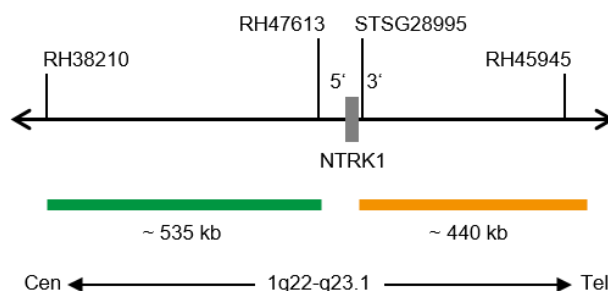

Fig. 1: Mappa della sonda SPEC NTRK1 (non in scala)
- Polinucleotidi (~10 ng/ μ l) marcati con ZyGreen (eccitazione 503 nm/emissione 528 nm), le cui sequenze target mappano in 1q22-q23.1* (chr1:156,245,849-156,781,745) prossimali al punto di rottura di NTRK1 (vedere Fig. 1).
- Polinucleotidi (~4.5 ng/ μ l) marcati con ZyOrange (eccitazione 547 nm/emissione 572 nm), le cui sequenze target mappano in 1q23.1* (chr1:156,854,527-157,296,918) distali al punto di rottura di NTRK1 (vedere Fig. 1).